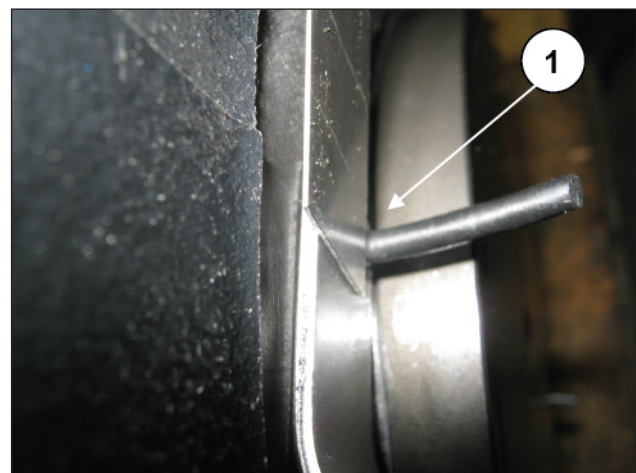
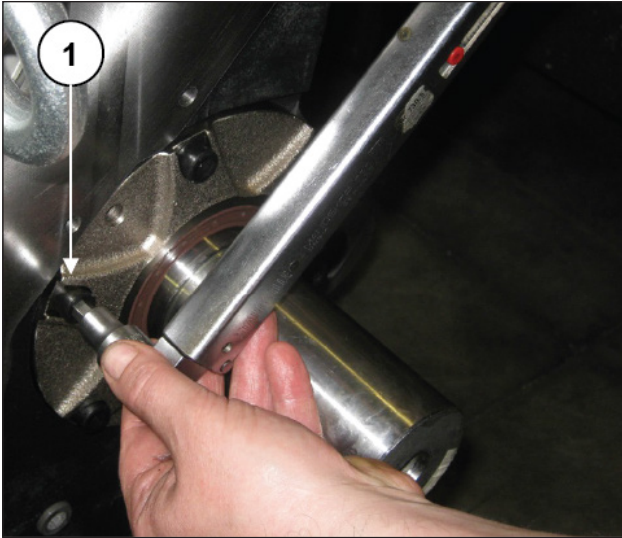
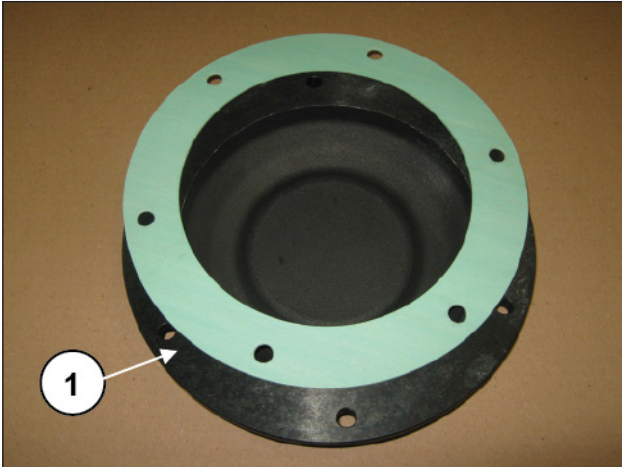
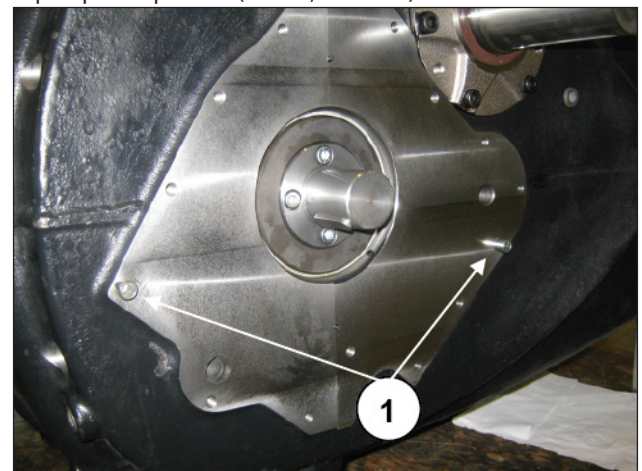

Abb. 114
Abb. 120
Abb. 121
Abb. 125
Feuchten Sie alle überstehenden Bereiche der mit Flachdichtungen in Berührung stehenden O-Ring-Dichtungen mit Silikonmasse des Typs MOTORSIL D (Arexons) an (Abb. 114, Pos. ①).
Montieren Sie den Kurbelwellendeckel mit der zugehörigen Dichtung (nach erfolgreichem Anfeuchten der überstehenden O-Ringe mit einer Silikonmasse - siehe Abb. 114 - und ziehen Sie die Befestigungsschrauben M8 an (Pos. ①, Abb. 120 - Abb. 121).
Montieren Sie die Flachdichtung (Pos. ①, Abb. 125) nachdem die überstehenden O-Ringe mit Silikonmasse angefeuchtet wurden (siehe Abb. 114).